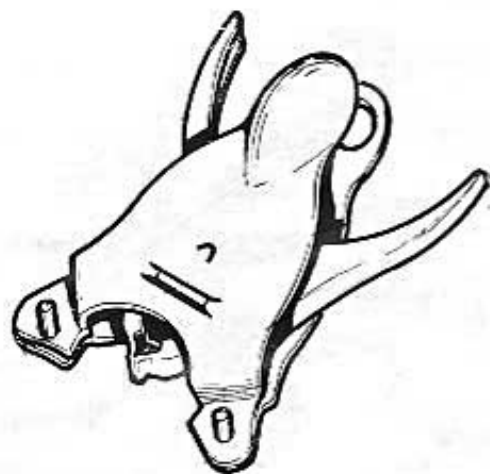

Fig. 35
- Avant de procéder à la remise en place des segments (Fig. 35), il est indispensable de nettoyer sans les déformer, les gorges du piston. Se servir, pour cela, d'un morceau de segment. Vérifier le jeu à la coupe des segments qui doit être de 3/10 de mm maximum. Pour cela introduire les segments dans le cylindre et contrôler le jeu à l'aide d'une jauge.